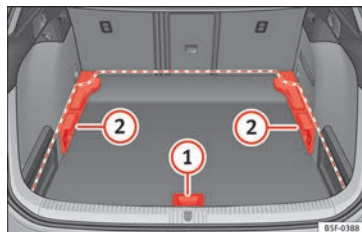
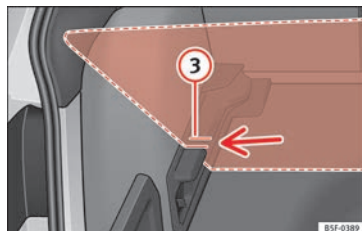

Fig. 160 Piano variabile del bagagliaio: posizioni.
Fig. 161 Piano variabile del bagagliaio: fessure inclinate.
- Sollevare il piano mediante la maniglia » » » **fig. 160 ①** e tirarlo all'indietro fino a quando la parte anteriore del piano sarà
- Sollevare il piano mediante la maniglia » fig. 160 ① e tirarlo all'indietro fino a quando la parte anteriore del piano sarà completamente fuoriuscita rispetto ai supporti ②.
- Far combaciare tale parte anteriore con le fessure inferiori dei supporti e lasciar scorrere il piano in avanti fino a farlo entrare in contatto con lo schienale dei sedili posteriori, abbassando allo stesso tempo il piano con la maniglia ①.
- Sollevare il piano con la maniglia » fig. 160 ① e spingerlo all'indietro fino a quando la parte posteriore del piano sarà fuoriuscita dalle fessure inclinate » fig. 161 ③.
- Far scorrere il piano in queste fessure aiutandosi con la maniglia ①, spingendo fino a
- Sollevare il piano variabile afferrandone la maniglia » fig. 160 ① e tirarlo leggermente indietro.
- Spingere il piano variabile verso i sedili posteriori ribattati con la maniglia ①, applicando una lieve pressione verso il basso affinché la parte mobile del piano raggiunga il livello dello schienali dei sedili posteriori.